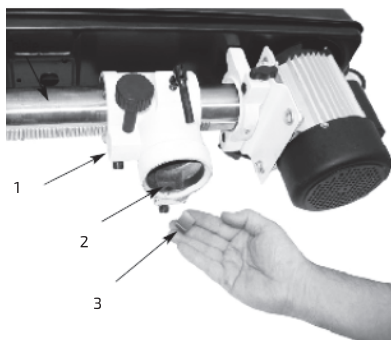

Рис. 5. Установка фиксатора в углубление кронштейна
Вставить фиксатор (3) в углубление кронштейна (2) на консоли головки (1) (рис. 5).